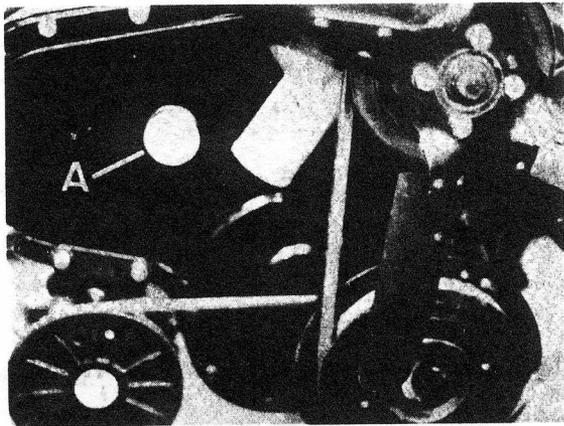
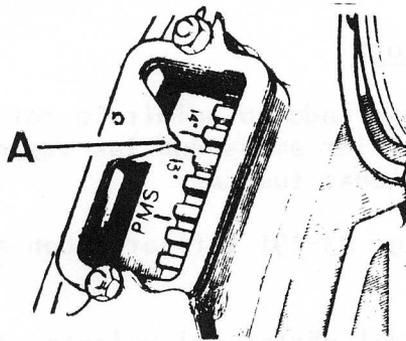
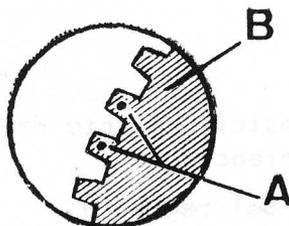

Fig. A3-33 Registro para localización de marcas de los engranajes
Fig. A3-34 Sincronizado de grados de avance en el volante
Fig. A3-35 Marcas del engranaje del árbol de levas para montar el de la bomba inyectora
- 3.4. Desmontar el tapón, A (Fig. A3-33) situado en la parte frontal de la tapa de la distribución.
- 3.6. Girar el cigueñal hacia la derecha hasta que el índice de referencia, A, (Fig. A3-34), quede situado entre las marcas 13° y 14° del volante. En este momento se comprobará a través del orificio de la tapa de la distribución, A (Fig. A3-33), si los dos dientes marcados con un granetazo cada uno, A, (Fig. A3-35), del engranaje del árbol de levas, B, están situados frente a dicho orificio. De no ser así, habrá que girar el volante otra vuelta, dejando las marcas 13° - 14° en la misma posición anterior (Fig. A3-34).
10. Introducir el conjunto bomba, tapa y engranaje sobre su alojamiento en el cárter de la distribución, teniendo en cuenta que el diente del engranaje de accionamiento de la bomba marcado con un granetazo, A (Fig. A3-40), deberá penetrar entre los dos dientes del engranaje del árbol de levas, marcado cada uno con un granetazo, B. Este detalle hay que apreciarlo a través del orificio, A, (Fig. A3-33) de la tapa del cárter de la distribución.